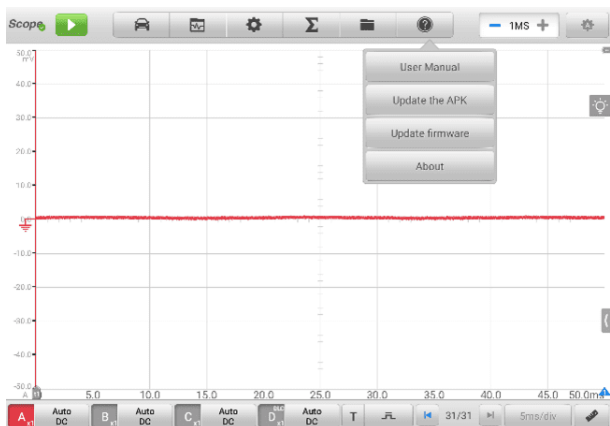

図7 -2 ヘルプ画面
1. 画面上部のツールバーにある「ヘルプ」ボタンをタップします。ドロップダウンメニューが表示されます。(図7 -2ヘルプ画面を参照してください。)